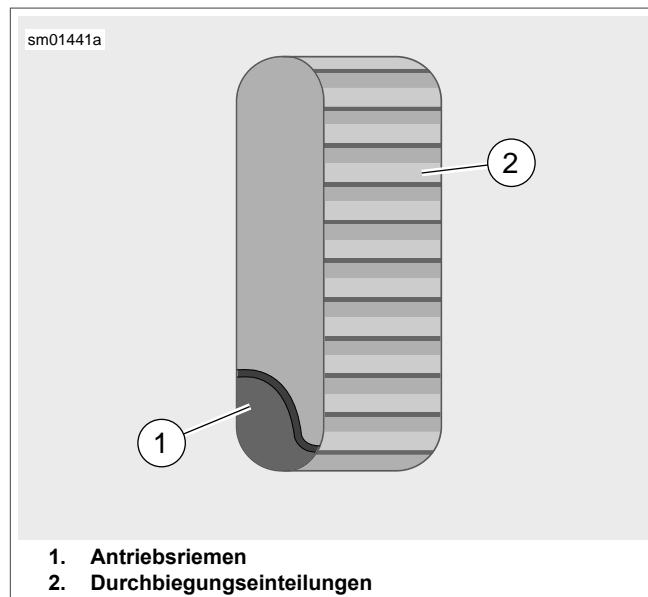

Abbildung 43. Riemendurchbiegungs-Sichtfenster
- a. **Modelle, die mit Riemendurchbiegungs-Sichtfenster ausgestattet sind.** Siehe Abbildung 43. Die Riemendurchbiegung durch das Riemendurchbiegungs-Sichtfenster messen und dabei das Prüfgerät ruhig halten. Jede Durchbiegungseinteilung beträgt circa 1,59 mm (1/16 in).